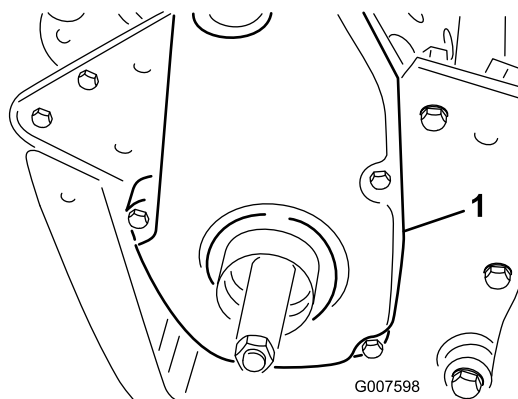

図 30
1. ベルト・カバー取り付けネジを外してカバーを取り、ベルトを露出させる（図 30）。